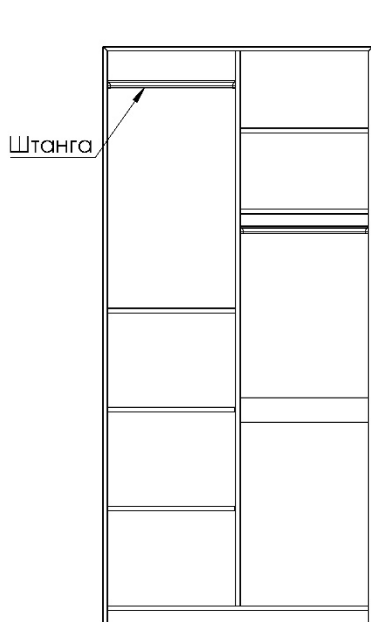
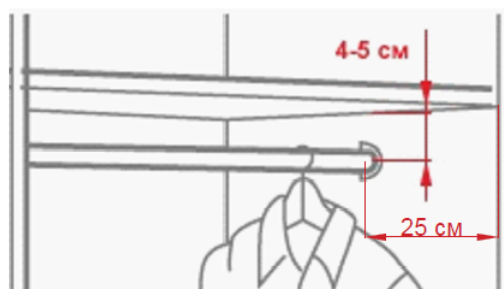
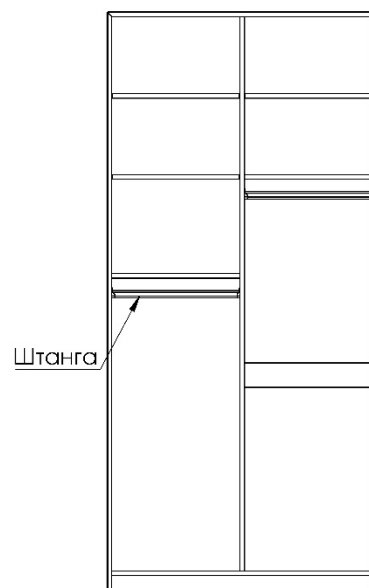

Рис.9 – Вариант установки дополнительной штанги
Рис.8 – Схема крепления штанги
Рис.10 – Вариант установки дополнительной штанги
6 Прикрепить к боковой стенке правой (3) и перегородке (6) держатели трубы овальной шурупами - саморезами 3,5x16 мм, в них вставить – трубу овальную сечением 30x15 (штангу) (b) исходя из рекомендованных параметров (Рис.8). Так же можете установить вторую штангу по необходимости убрав полки, (Рис.9), (Рис.10).